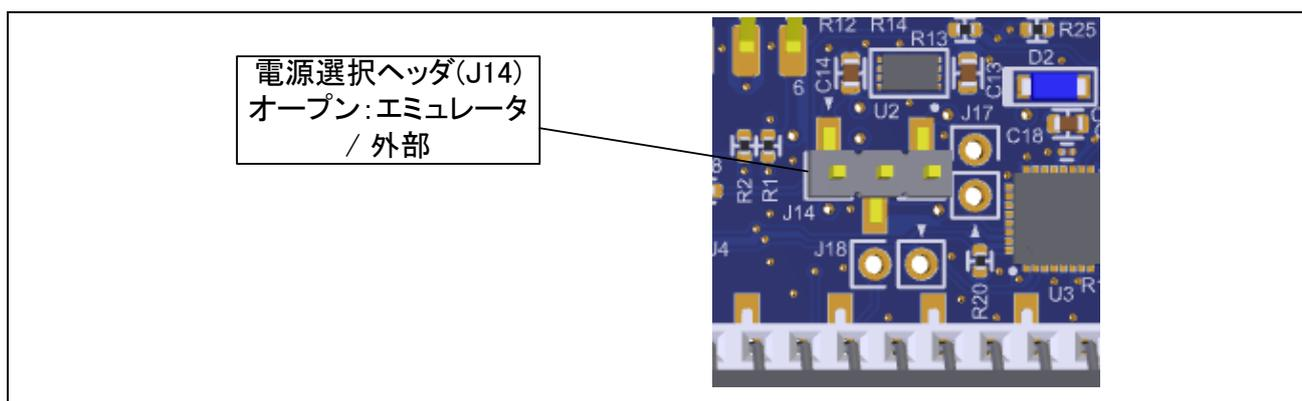

図 5-20: エミュレータ/外部電源使用時のヘッダ設定
- ・ J14 オープン : エミュレータ/外部電源供給を選択。(図 5-20)